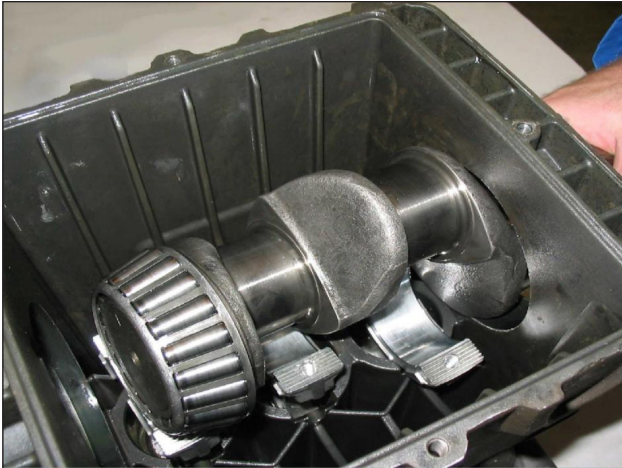

Abb. 4
- Schieben Sie die Kolbenführungen mit den entsprechenden Pleuelstangen nach vorn, um das seitliche Herausziehen der Pumpenwelle zu erleichtern, siehe Abb. 4.